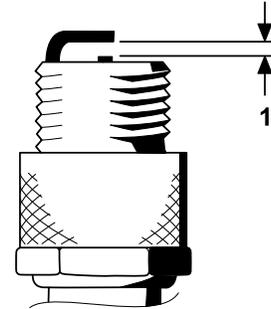

Figure 40
4. Réglez l'écartement entre les électrodes centrale et latérale à 0,76 mm (0,030 po), comme montré à la Figure 40.